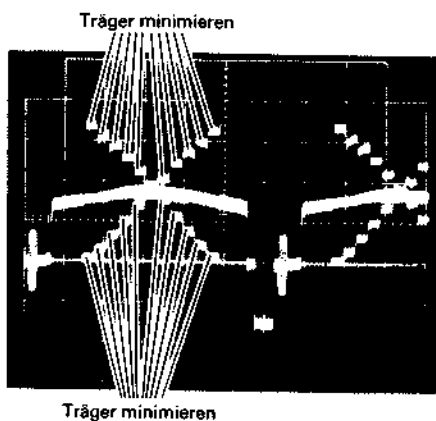

Abb. 4.25 Einstellung des Chromasignalpegels
4. Den Weißabgleichregler so abgleichen, daß die Trägerfrequenzreste an den einzelnen Stufen der Wellenform $600 \pm 30 \text{ mVs-s}$ minimiert werden (siehe Abb. 4.25).